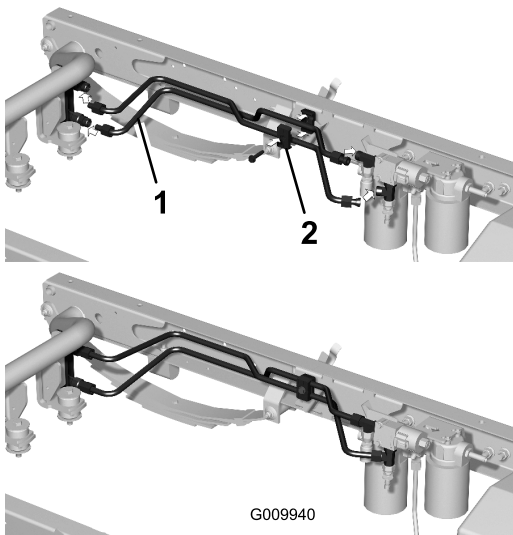

Figura 14
1. Montate, senza serrarlo, un condotto idraulico rigido sulla parte inferiore del giunto ad accoppiamento rapido e sul raccordo a T posteriore della valvola (Figura 14).
2. Montate, senza serrarlo, un condotto idraulico rigido sulla parte superiore del giunto ad accoppiamento rapido e sul raccordo a T inferiore della valvola (Figura 14).
3. Fissate i condotti rigidi con i serratubi e con una vite (5/16" x 1 1/2"), posizionando i serratubi come illustrato nella Figura 14.